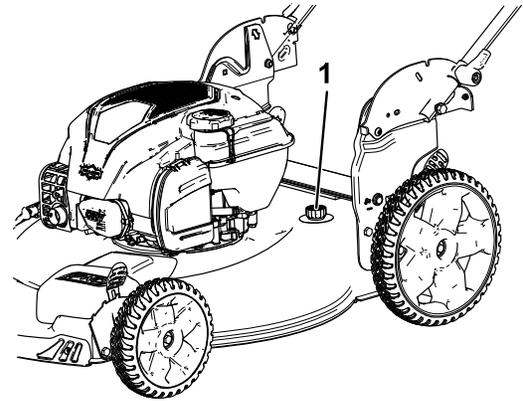

Bild 17
5. Befestigen Sie einen Gartenschlauch, der an einen Wasserhahn angeschlossen ist, am Wasseranschluss (Bild 17).